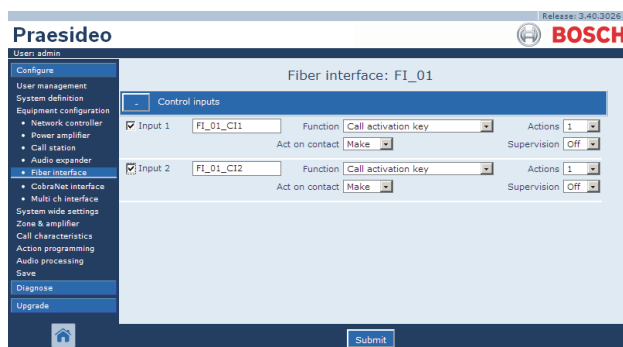

figura 44.51: Configurazione interfaccia a fibra ottica, passaggio 2
- 2 Fare clic sul nome dell'interfaccia a fibra ottica che deve essere configurata. Nella cornice principale dell'interfaccia web appare una schermata simile a quella in figura 44.51.